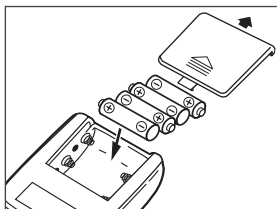

Рис. 1
1. Откройте крышку отсека для элементов питания и вставьте 4 элемента типа AA как указано на схеме, расположенной внутри отсека. Убедитесь, что полярность соблюдена. Не прилагайте чрезмерных усилий при снятии крышки отсека для элементов питания (рис. 1).